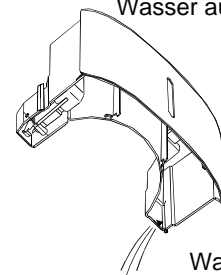

Abb.7
- Gießen Sie das Wasser durch den Wasserabfluss aus (siehe Abb.7) und setzen Sie den Behälter wieder ein. Der Behälter muss korrekt und sicher eingesetzt sein, da der Luftentfeuchter sonst nicht arbeitet.